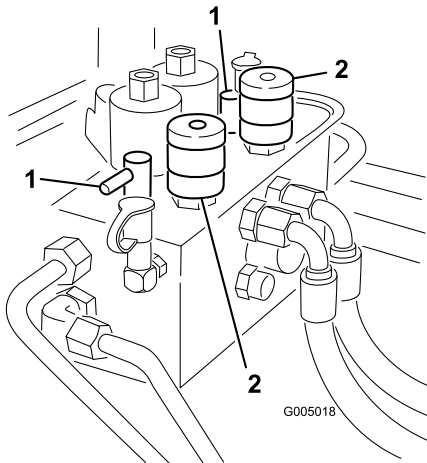

Figure 84
3. Localisez les boutons de sélection de vitesse des cylindres et les boutons de rodage (Figure 84). Tournez le(s) bouton(s) voulu(s) à la position de rodage et le(s) bouton(s) de sélection de vitesse des cylindres à la position 1.